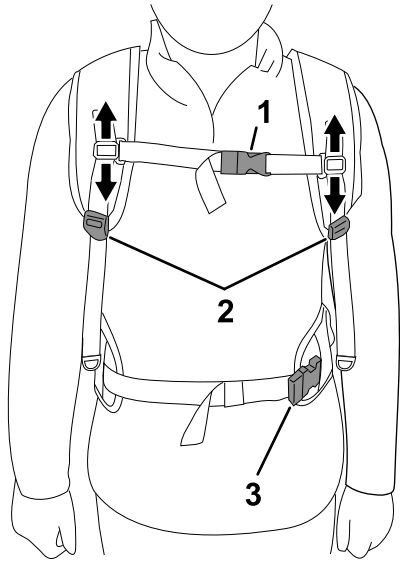

Figure 4
1. Enfilez les courroies d'épaules et attachez sans serrer la boucle de la ceinture et celle de la sangle de poitrine (Figure 4).